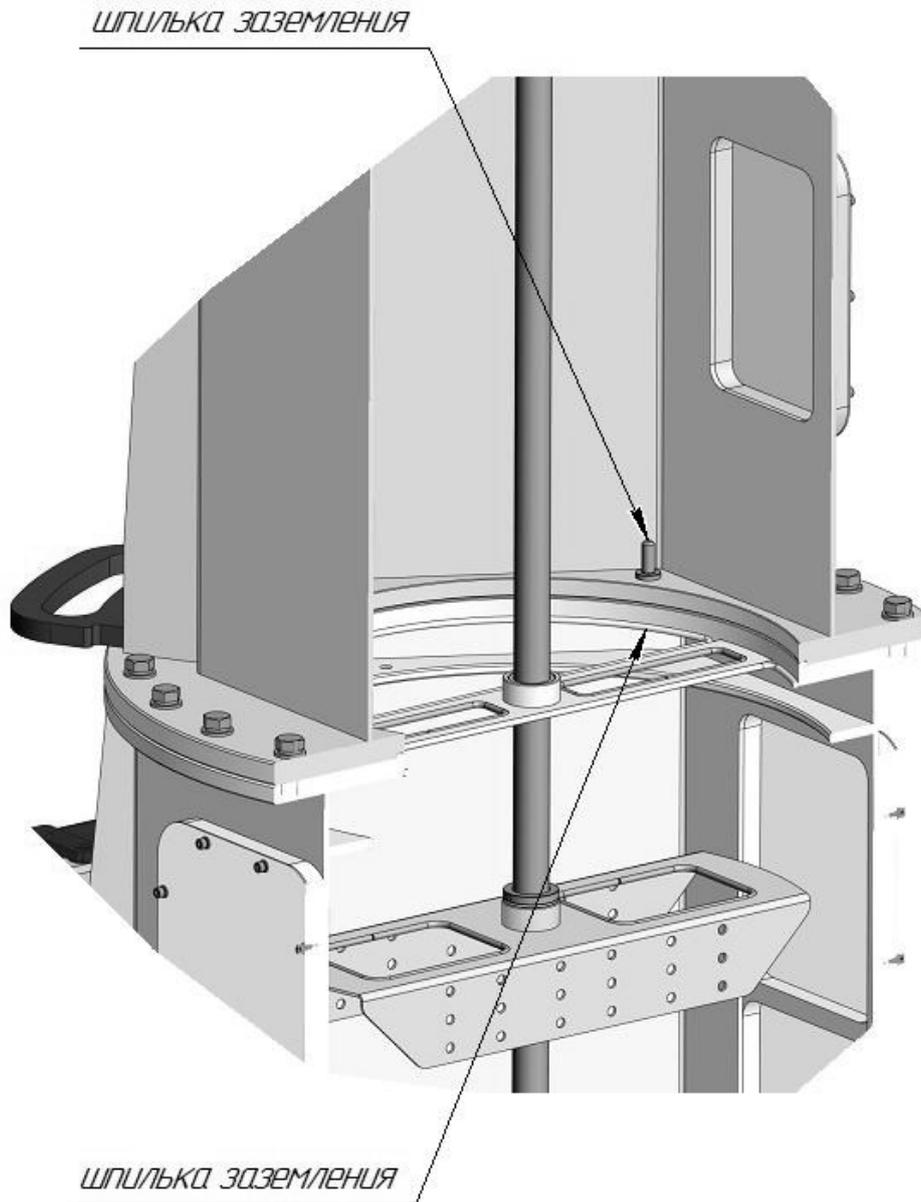

Рисунок 19
- а) Снять технологическую крышку (см. рисунок 19).